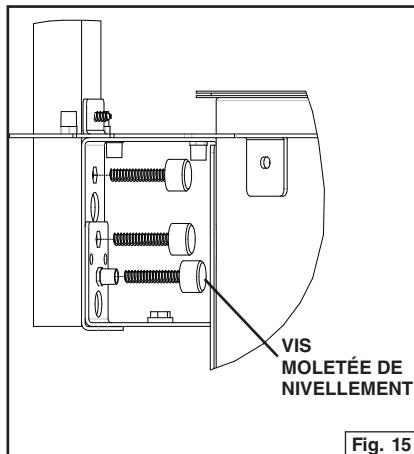

Fig. 15
7. Réglez le niveau des deux unités par rapport à la surface de cuisson à l'aide des vis moletées de nivellement. Fig. 15.